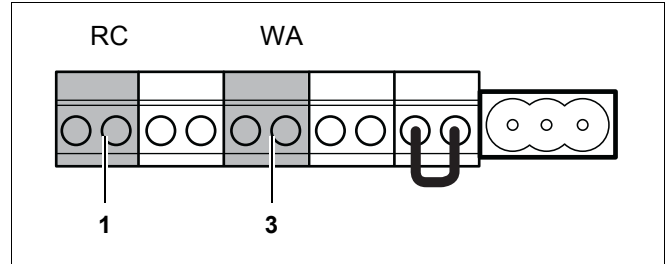

Fig. 33 Regletă – Telecomandă de cameră RC și solicitare de căldură fără potențial
- Nu este posibil să racordați în același timp un termostat (Fig. 33, **Poz. 3**) la racordul RC (Fig. 33, **Poz. 1**) și la racordul bornelor solicitării de căldură (WA).